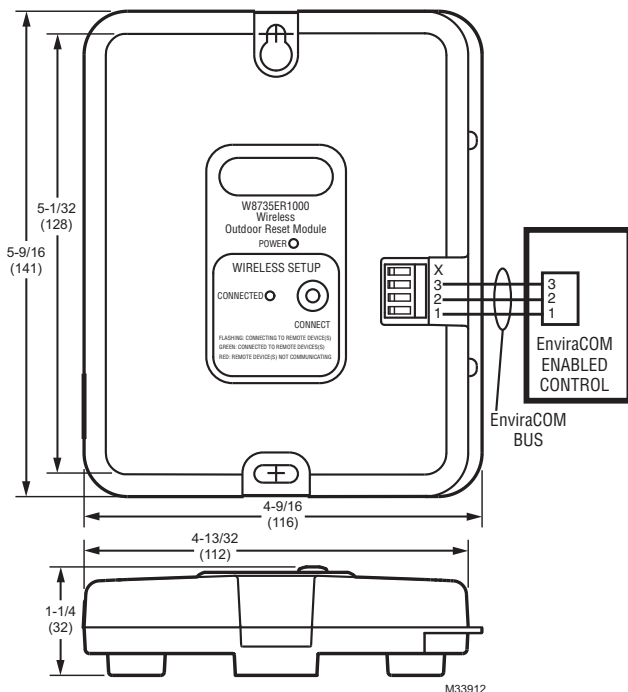

Fig. 1. Diagrama de cableado del módulo de reinicio exterior inalámbrico W8735ER.
3. Conecte los terminales 1, 2 y 3 del módulo de reinicio exterior a los terminales 1, 2 y 3 del termostato habilitado con EnviraCOM™ (si está disponible), al Aquastat, al Control de quemador integrado, al SOLA o en cualquier parte del bus donde haya acceso disponible y conveniente al bus EnviraCOM. Consulte la Fig. 1.